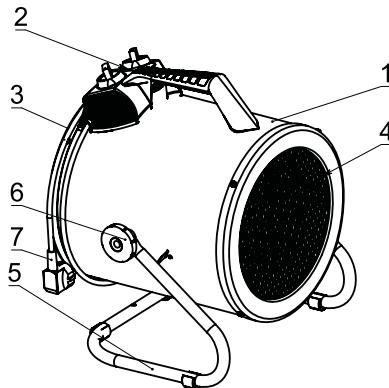

Рис. 1. Конструкция тепловентилятора
Несущая конструкция тепловентилятора (рис.1) состоит из кожухов наружного (1) и внутреннего, изготовленных из листовой стали и имеющих цилиндрическую форму. Во внутреннем кожухе размещены вентилятор, и трубчатые электронагревательные элементы из нержавеющей стали. Снаружи кожуха расположен корпус блока управления (2). Кожух наружный закрытый воздухозаборной (3) и воздуховыпускной (4) решетками, барабашковыми винтами (6) монтируется к опоре (5), и имеет возможность регулировки угла наклона корпуса. Угол поворота фиксируется барабашковыми винтами. Вентилятор затягивает воздух через отверстия воздухозаборной решетки. Воздушный поток, втянутый вентилятором в корпус, проходя между петлями трубчатых электронагревательных элементов, нагревается и подается в помещение через отверстия воздуховыпускной решетки. Прибор оборудован кабелем (1,2 м с сечением 3x1,5 мм) с вилкой для подключения к электросети.